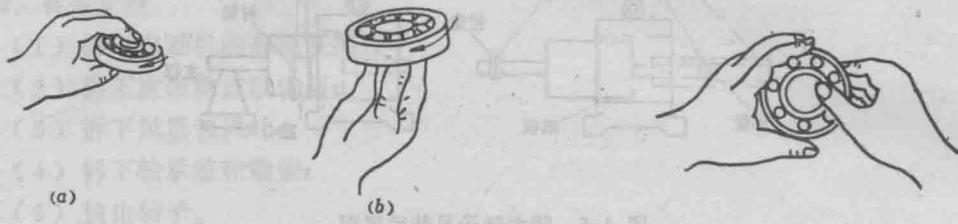

图 1-6 轴承旋转检查法
(1) 直观检查、轴承拆下后, 用汽油或柴油洗去油污, 用布擦干或用压缩空气吹干, 再检查滚珠、内外滚道有无划痕、裂纹或锈蚀。然后固定内圈, 让其转动, 如图1-6所示。如果转动平稳、无杂音、转速均匀、正常停止转动, 说明轴承正常; 如果有杂音、振动、突然停止转动, 或用手推动轴承时, 发出明显撞击声, 均说明轴承不正常。手推检查轴承如图1-7所示。